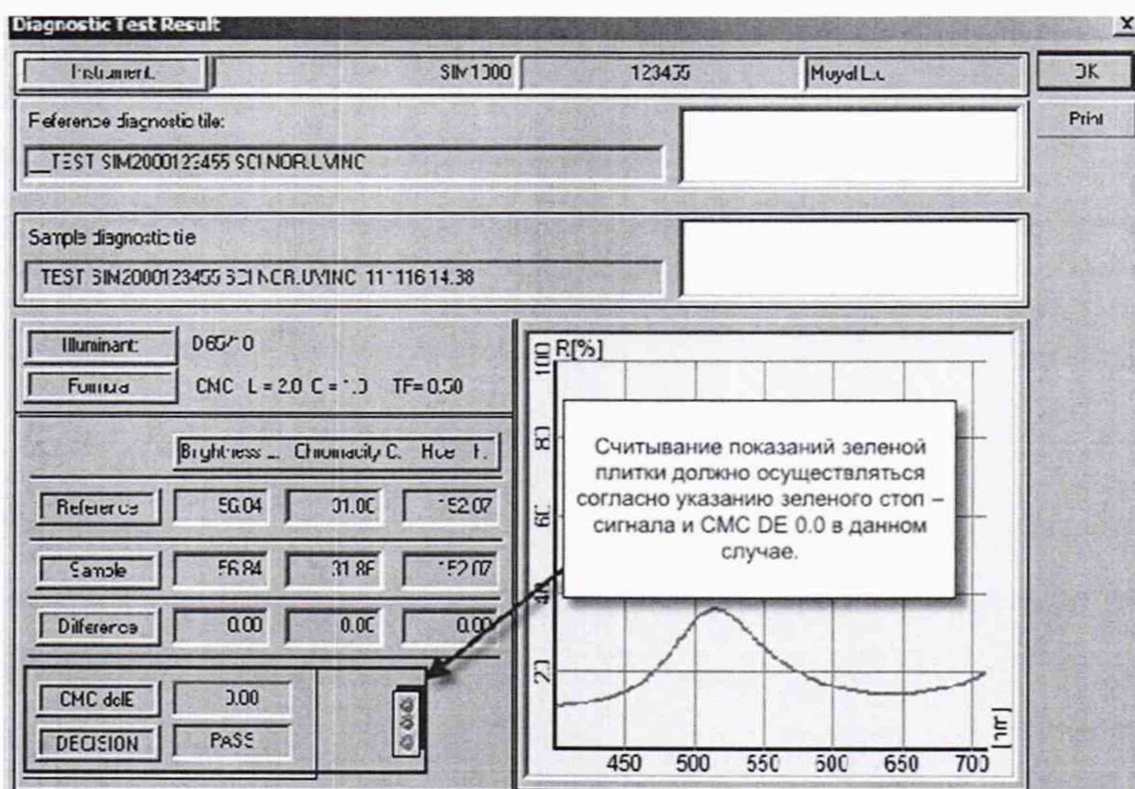

Рисунок 6
8.3.7 Спектрофотометры считаются прошедшими операцию поверки, если все этапы калибровки пройдены без сообщений об ошибках и значки на операционном окне становятся активными (см. рисунок 6).